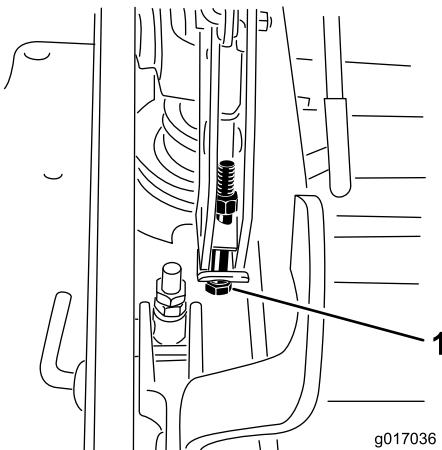

Figure 75
- Si le plateau est trop bas, serrez le boulon de réglage monopoint dans le sens horaire. Si le plateau est trop haut, desserrez le boulon de réglage monopoint dans le sens antihoraire (Figure 75).